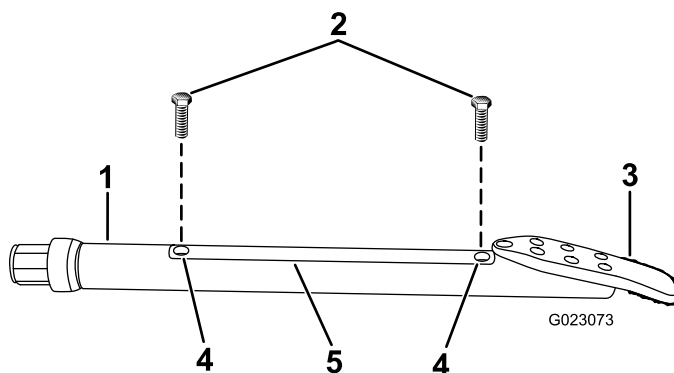

Figura 75
2. Solte os parafusos de fixação da tampa do alojamento e retire a tampa (Figura 75).
4. Instale a tampa do alojamento e fixe-a com os parafusos (Figura 75).